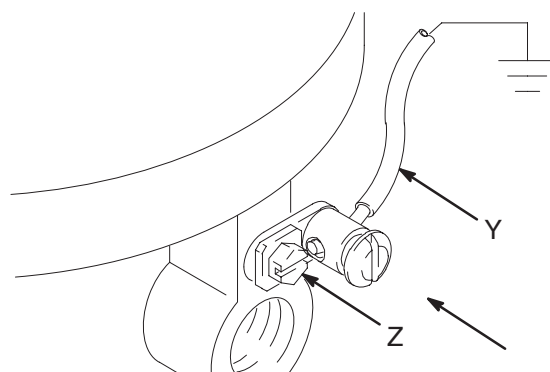

Рис. 2
Модель № 206078: Снимите винт заземления (Z) и вставьте в прошину кольцевого зажима на конце провода заземления (Y). Прикрутите винт заземления обратно к насосу и надёжно затяните его. Соедините другой конец провода заземления с фактической линией заземления. См. Рис. 2. *Чтобы заказать провод заземления и зажим, оформите заказ на Изделие № 222011.*